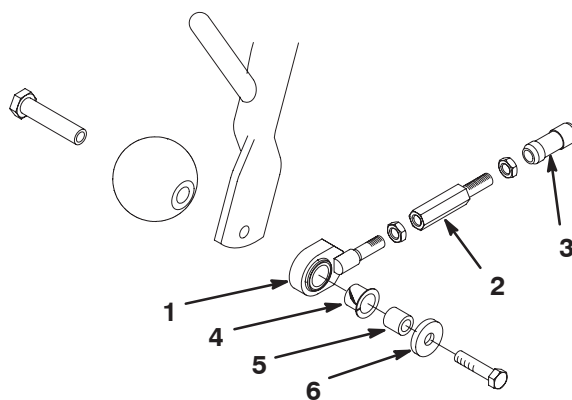

Figure 9
- À l'aide d'un arbre, d'une entretoise, d'une rondelle et d'une vis, montez un rouleau anti-scalp et un ensemble tirant à l'extrémité extérieure de chaque bâti porteur avant (Fig. 9). Assurez-vous que la bague en nylon est engagée dans le tirant.